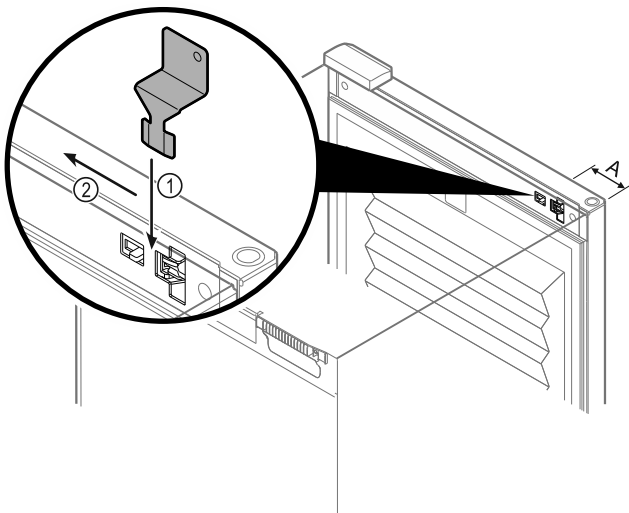

Fig. 107
- ▶ Расположите ключ для аварийной разблокировки в заданном месте Fig. 107 (A) ≈ 100мм.
- ▶ Вставьте ключ для аварийной разблокировки между дверью и корпусом устройства сверху и до упора Fig. 107 (1).
- ▶ Потяните ключ для аварийной разблокировки в направлении стороны шарнира Fig. 107 (2).